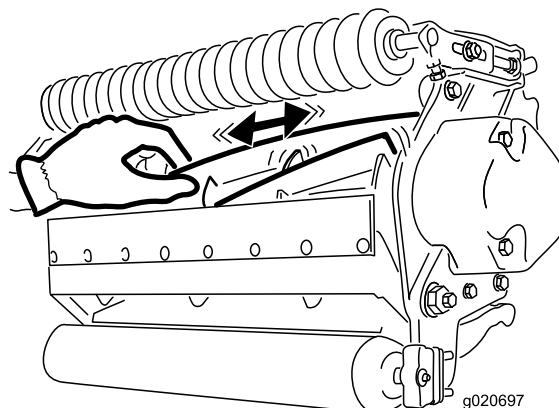

Bild 31
2. Halten Sie das Spindelmesser mit einem dicken Handrad oder einem Lappen fest und versuchen Sie, die Spindel von einer Seite zur anderen zu bewegen (Bild 31).